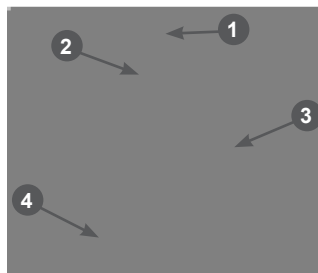

Рис. 22 Фильтры топливные
В топливном баке установлены два сетчатых топливных фильтра. Один фильтр устанавливается в заливной горловине топливного бака. Второй фильтр конструктивно объединен со штуцером топливного бака и установлен внутри бака (Рис. 22).
Через каждые 300 часов работы необходимо производить очистку топливного бака от грязи и конденсата. Одновременно с очисткой топливного бака необходимо проверять и очищать фильтр 4, установленный внутри бака (Рис. 22). Поврежденный или сильно загрязненный фильтр необходимо заменить.
3. Выкрутите из топливного бака выходной штуцер 4 и произведите его очистку (Рис. 22). Внимательно осмотрите сетчатый фильтр. При обнаружении механических повреждений замените штуцер топливного бака.